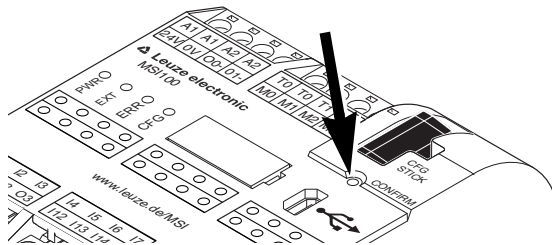

Figura 6-6 Conferma della configurazione con il pulsante "Confirm"
6. Confermare la nuova configurazione premendo con l'aiuto di una matita il pulsante "Confirm" (vedere figura 6-6).